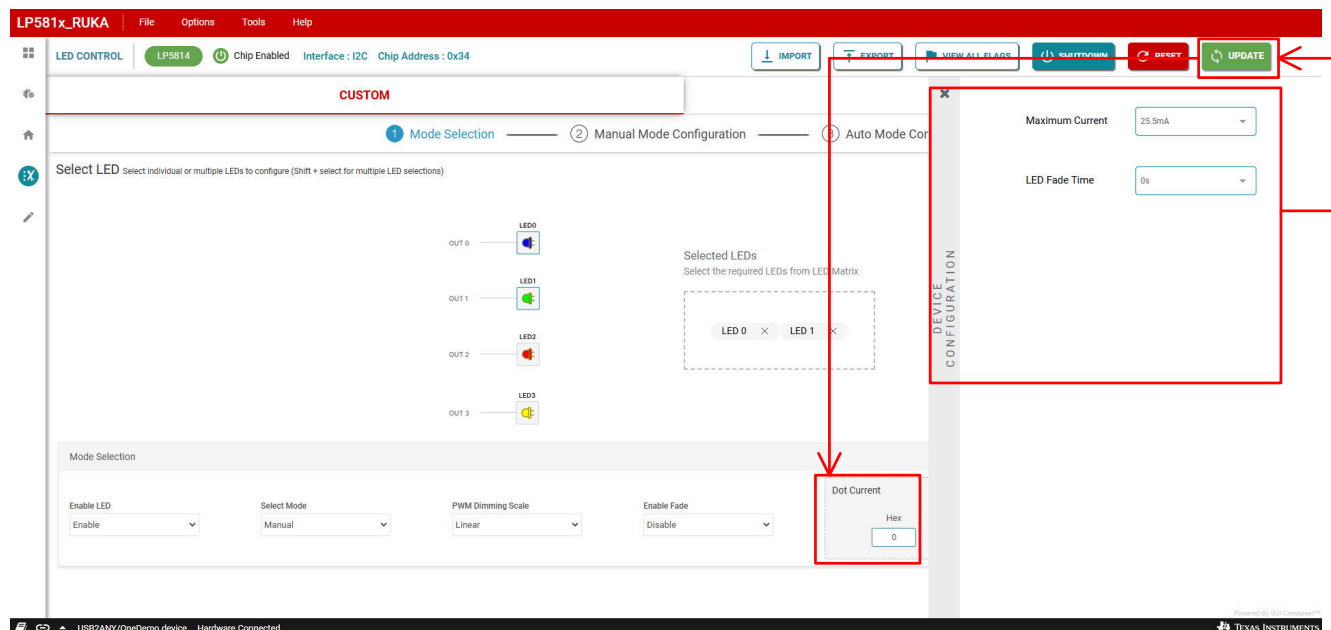

图 3-11. 手动模式下的电流设置和更新命令发送
- 单击 **LED Control** 页面右侧的 **Device Configuration** 按钮，以打开最大电流配置面板，如图 3-11 所示。从 **Maximum Current** 下拉菜单中选择 **25.5mA** 或 **51mA** 项，以设置选定蓝色 LED 和绿色 LED 的 MC (最大电流)。
- 在 **Dot Current** 控件中输入数据，为选定的蓝色 LED 和绿色 LED 设置 DC (点电流) 值，如图 3-11 所示。